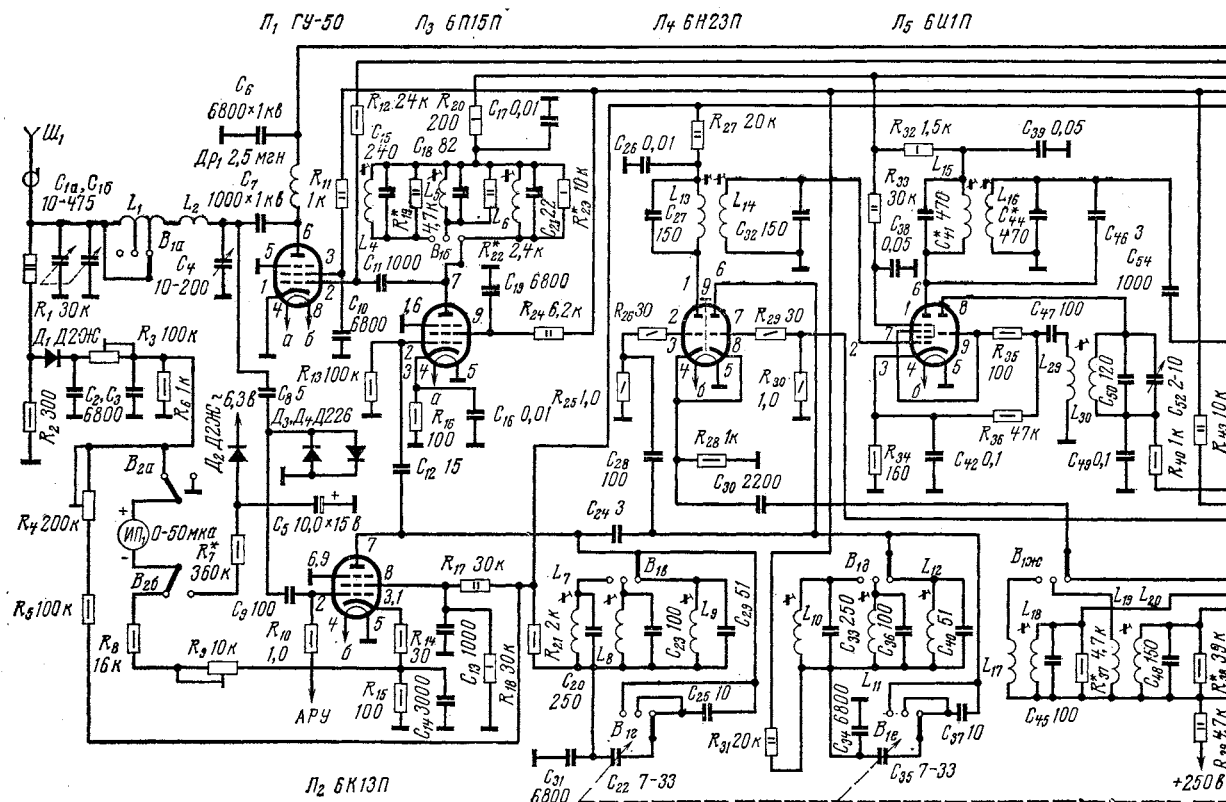

Рис. 2. Принципиальная схема трансивера.
**Принципиальная схема** транспровера показана на рис. 2 в тексте. При приеме питающее напряжение снято с экранирующих сеток лампы  $L_1$  и  $L_2$ , с анодов правого (по схеме) триода лампы  $L_4$  и триодной части лампы  $L_7$ . Остальные лампы транспровера включены. Припимасмый сигнал поступает на П-контур  $C_1 L_1 L_2 C_4$  и с него — на сетку усилителя высокой частоты — лампы  $L_2$ . Дiodы  $D_3$  и  $D_4$ , шунтирующие сеточную цепь лампы  $L_2$ , практически не проводят ток при напряжении до 1 в и на работу транспровера при приеме не влияют. Усиленный сигнал выделяется двухконтурным полосовым фильтром, настраиваемым двумя секциями блока переменных конденсаторов —  $C_{22}$  и  $C_{35}$ , и поступает на сетку первого смесите-